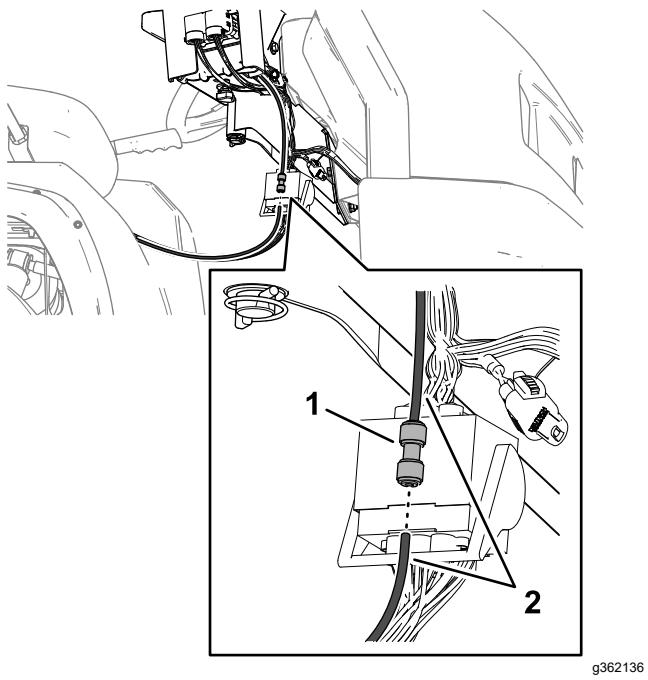

Figure 132
- Retirez un des tubes de détection de pression du raccord à emboîtement, comme montré à la Figure 132.